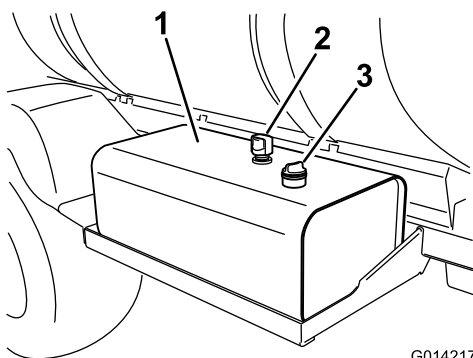

Рисунок 98
2. Очистите зону вокруг крышки гидравлического бака с масломерным щупом и снимите ее (Рисунок 98).